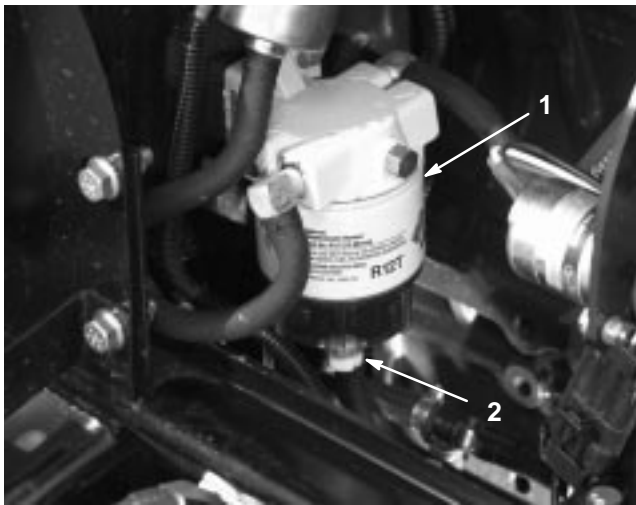

Bild 50
Entleeren Sie Wasser und andere Fremdstoffe täglich aus dem Wasserabscheider (Bild 50).
2. Lockern Sie die Verschlusschraube an der Unterseite der Filterglocke (Bild 50). Ziehen Sie anschließend die Verschlusschraube wieder fest.